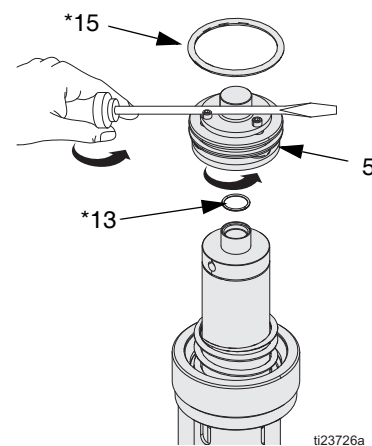

ABB. 12 Druckluftventil Serie B
3. Serie B (und neuere Luftmotoren): Druckluftventil lösen (5). Falls erforderlich, einen Schlitzschraubenzieher zwischen Schraubenköpfe und Sechskantkappe des Druckluftventils (5) stecken. O-Ringe (13* und 15*) auf Beschädigungen untersuchen und gegebenenfalls ersetzen. Sicherstellen, dass der O-Ring (13*) korrekt sitzt und nicht eingeklemmt ist. Siehe ABB. 12.
HINWEIS: Spezielle Hinweise zum Wiedereinbau, siehe Reparatur des Luftmotors, Schritt 3 und Schritt 4 (ABB. 12).